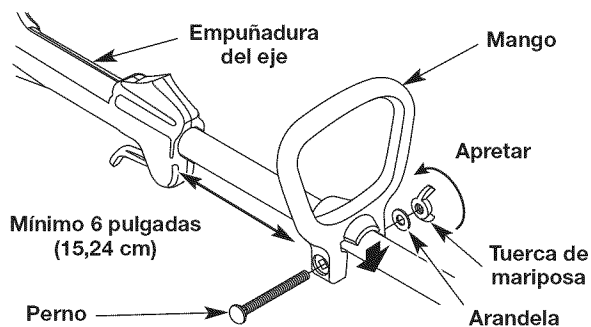

Fig. 3
1. Afloje la tuerca de mariposa (Fig. 3).
2. Sin dejar de sujetar la unidad en posición de operación (Fig. 10), mueva el mango hasta el lugar que le dé el mejor agarre. Colóquelo a una distancia mínima de 6 pulgadas (15.24 cm) de la base de la empuñadura del eje (Fig. 3).